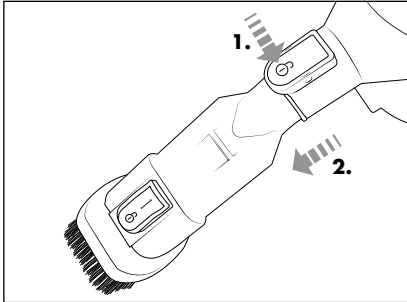

Fig. 9
- ◆ Pour détacher la brosse universelle 2 en 1 **8** de l'appareil, maintenez la touche de déverrouillage **17** enfoncée. Retirez ensuite la brosse universelle 2 en 1 **8** de l'orifice d'aspiration de l'appareil (voir fig. 9).